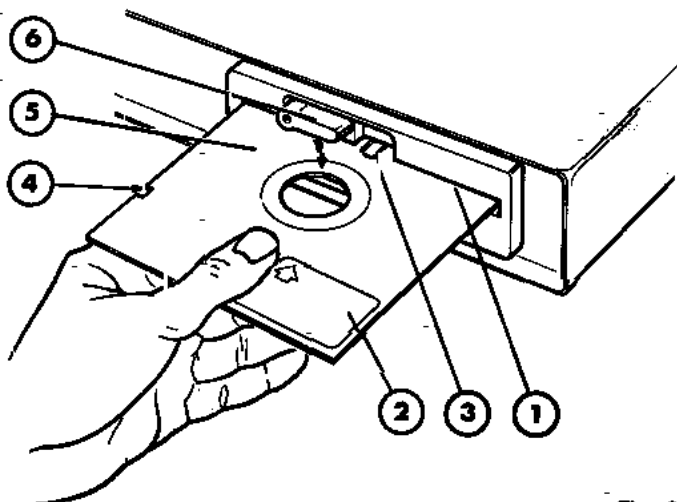

Fig. 8
- Relever le levier de verrouillage (6) (voir fig. 8).
Après avoir vérifié que le voyant « MARCHE » du lecteur est allumé, introduire une disquette (5) dans la fente (1) du lecteur. La figure 8 indique le sens de la disquette :
- étiquette (2) visible sur le dessus de l'enveloppe.
- Les deux faces de la disquette sont utilisées, car le lecteur possède deux têtes. Il est donc impossible de retourner la disquette : lors de l'insertion l'encoche de protection en écriture (4) doit se trouver à gauche ;
- le côté comportant la découpe (3) entrant le premier dans la fente (1).
- Verrouiller le lecteur de disquettes en abaissant le levier (6) dans le sens de la flèche.